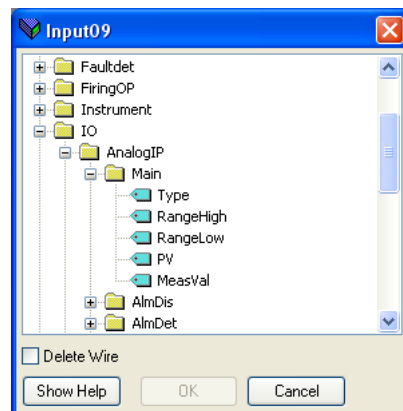

Figura 140 Finestra del browser
1. Fare doppio clic sulla successiva posizione disponibile nella tabella di dati di ingresso o di uscita e selezionare la variabile da assegnare. In una finestra pop up (Figura 140) compare un browser da cui è possibile aprire un elenco di parametri.